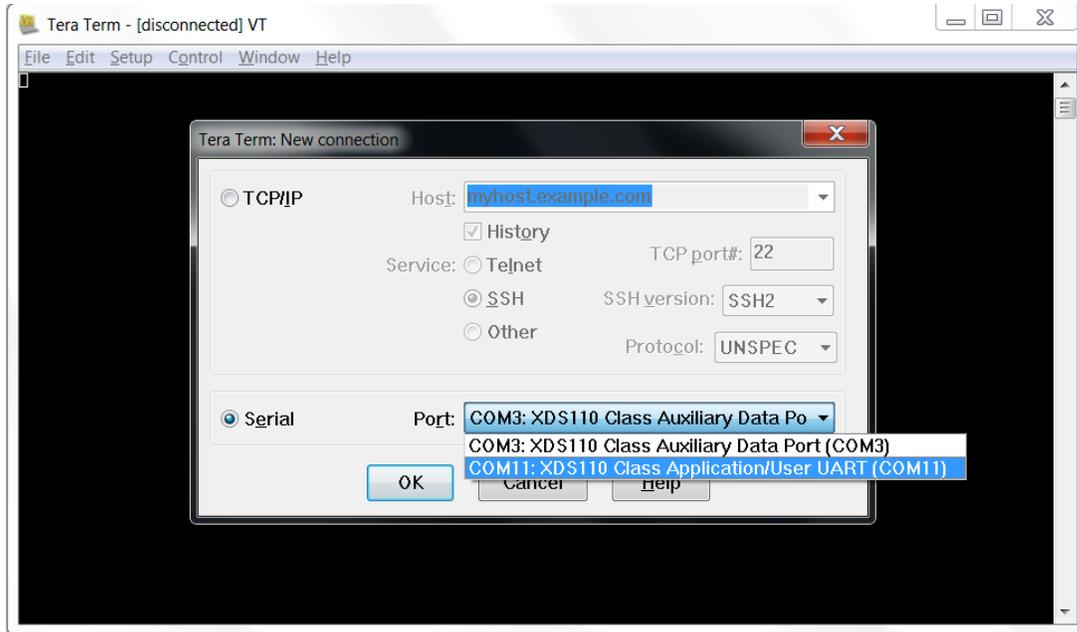

图 2. Tera Term 新连接 (New Connection) 窗口
3. 选择显示为 XDS110 类应用程序/用户 UART (XDS110 Class Application/User UART) 的串行端口 (见图 2)。